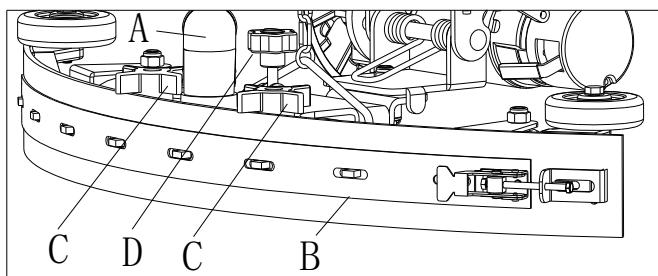
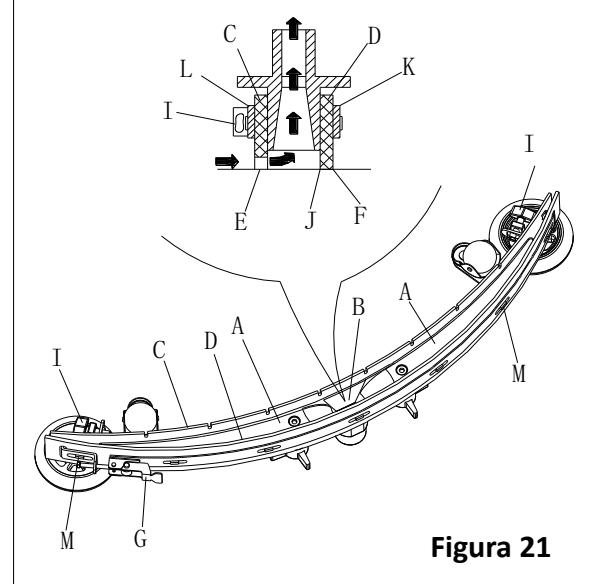

Figura 22
Figura 21
2. Compruebe si los bordes (E, Figura 21) de la lámina delantera (C) y los bordes (F) de la lámina posterior (D) están en el mismo nivel, en su longitud; si es necesario ajuste su altura de acuerdo con el siguiente procedimiento:
- Retire la barra de unión (G), desenganche los elementos de fijación (M) y ajuste la lámina posterior (D), luego enganche los elementos de fijación (M) y vuelva a instalar la barra de unión (G).
- Afloje las perillas (I) y ajuste la lámina delantera (C), luego apriete las perillas.
3. Compruebe si se detectan signos de desgaste, cortes y grietas en la lámina delantera (C) y en la posterior (D); si es necesario reemplácelas de acuerdo con el siguiente procedimiento. Compruebe si la esquina frontal (J) de la lámina posterior (D) está desgastada; si es necesario, dé la vuelta a la lámina para sustituir la esquina desgastada con la íntegra. Si ambas las esquinas están demasiado desgastadas, reemplace la lámina de acuerdo con el siguiente procedimiento:
- Retire la barra de unión (G), desenganche los elementos de fijación (M) y retire el listón de retención (K). A continuación, reemplace/dé la vuelta a la lámina posterior (D). Monte la lámina en el orden inverso al desmontaje.
- Desenrosque las perillas (I) i retire el listón de retención (L), a continuación, reemplace la lámina delantera (C). Monte la lámina en el orden inverso al desmontaje. Despues de la sustitución (o la vuelta) de la lámina, ajuste la altura como se muestra en el paso anterior.
4. Conecte el tubo de aspiración (A, Figura 22) con la escobilla de goma.
5. Monte la escobilla de goma (B) y enrosque las perillas (C).
6. Si es necesario, ajuste el balance de la escobilla mediante la perilla de ajuste (D).